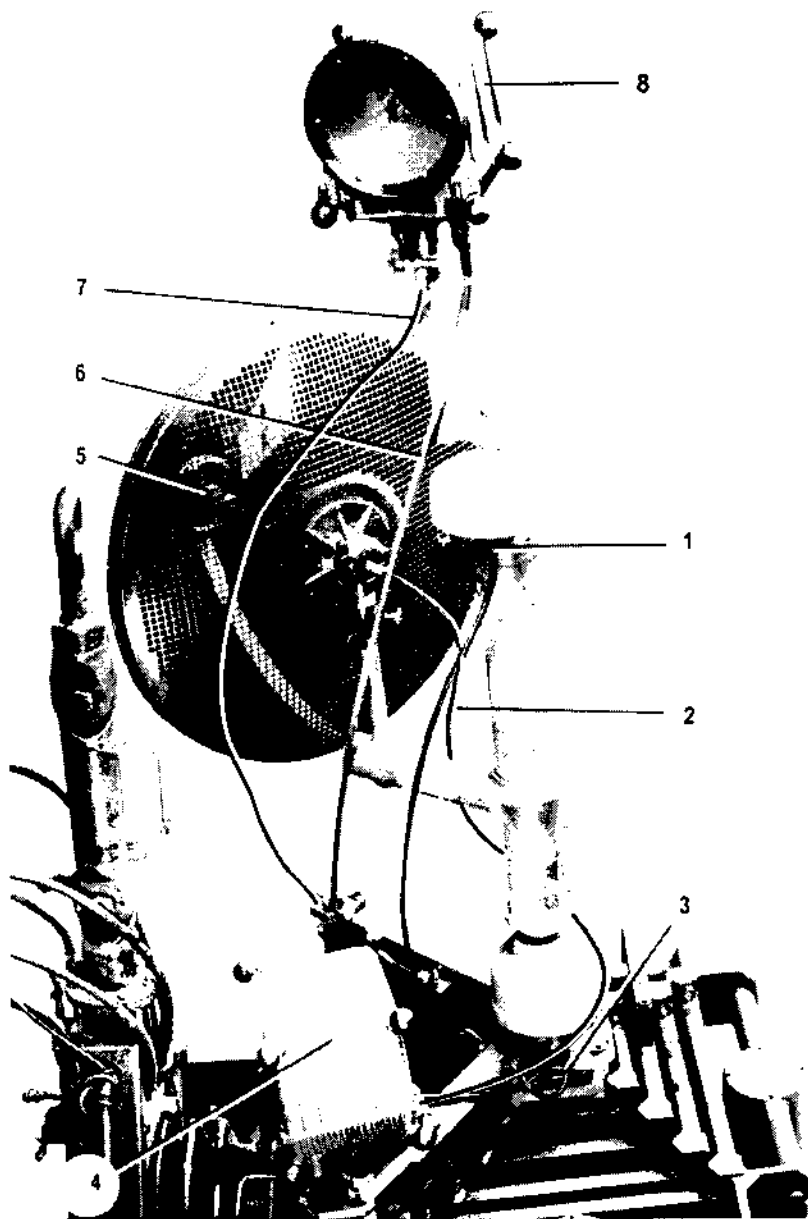
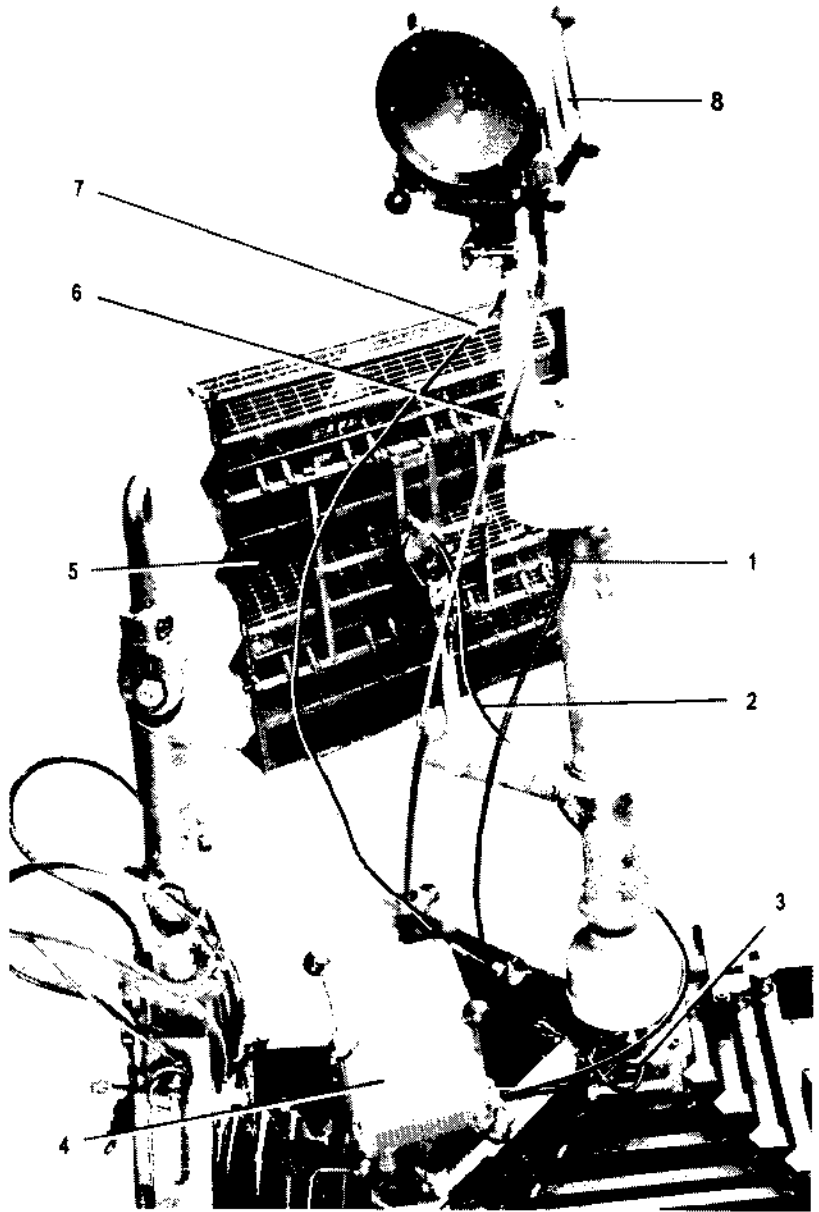

Bild 43 Verkabelter Mastaufsatz mit Antenne CTA 218 des FM 1000
Bild 44 Verkabelter Mastaufsatz mit Dipolgruppenantenne des FM 1000
15. Koaxialkabel an die RF-Einheit FM 1000 (Bild 43/4 bzw. Bild 44/4) anschließen.
20. Kabelverlauf gemäß Bild 43 bzw. Bild 44 auf richtigen und kontaktfesten Sitz aller Verbindungen prüfen.
Legende zu Bild 43 und Bild 44
- 5 Antenne FM 1000 (CTA 218) [Bild 43]
- 5 Antenne FM 1000 (Dipolgruppenantenne) [Bild 44]